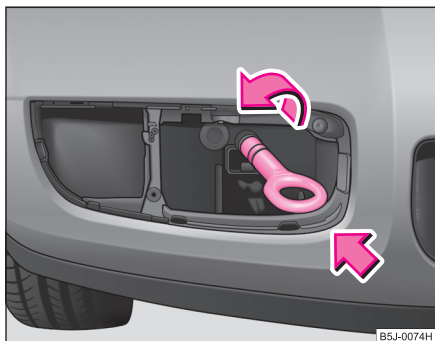

Abb. 164 Vorderer Stoßfänger: Einbau der Abschleppöse
- Abschleppöse von Hand nach links bis zum Anschlag ⇒ Abb. 164 einschrauben.